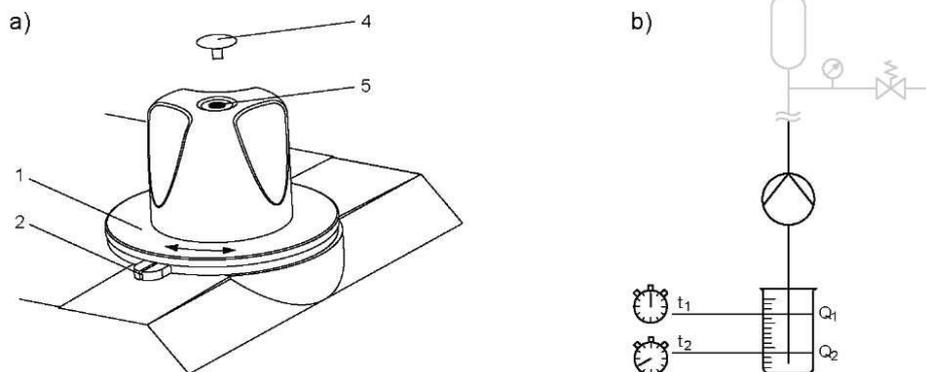

Рис. 25: а) Настройка шкалы-индикатора, б) Схема сборки для калибровки
4. Снимите заглушку (4) с ручки настройки хода и слегка ослабьте находящийся под ней винт (5).
5. Опустите всасывающую трубку в измерительную емкость – см. Рис. 25.
13. Поворачивайте шкалу (1) до тех пор, пока 100% отметка не будет находиться точно над индикаторной прорезью (2).
14. Тщательно затяните винт (3) в ручке настройки хода и наденьте заглушку (4).